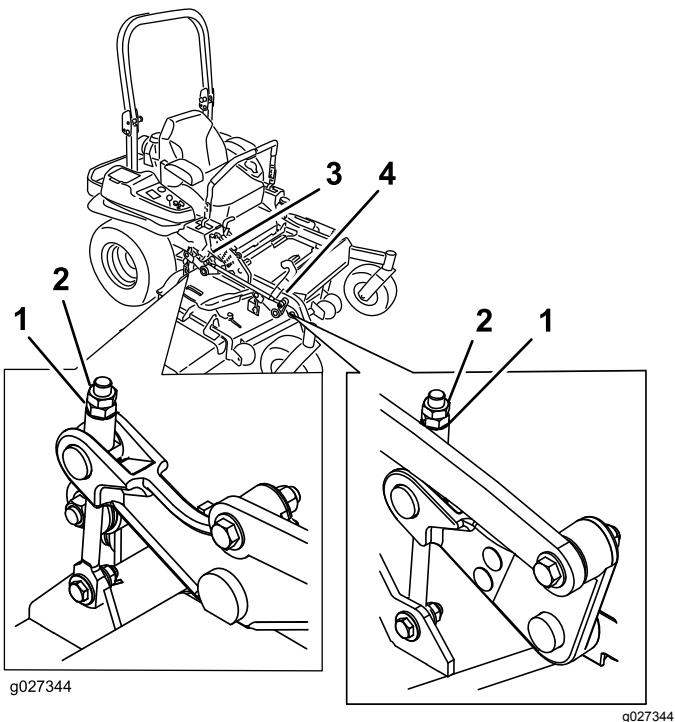

Figura 100
10. Gire la tuerca de ajuste del conjunto de elevación de la carcasa delantera para modificar la altura (Figura 100).
| 16. Gire el tornillo de ajuste hasta obtener una altura de 8.3 cm ($3\frac{1}{4}$) (Figura 100). | 17. Mida hasta que los 4 lados tengan la altura correcta. |